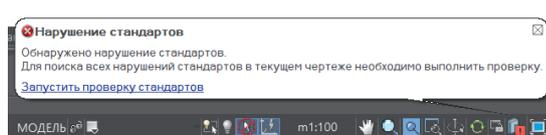

Рис. 14. Значок стандартов в строке состояния
**Отображать значок стандартов в строке состояния.** На экран будет выведено уведомление, показанное на рис. 14.